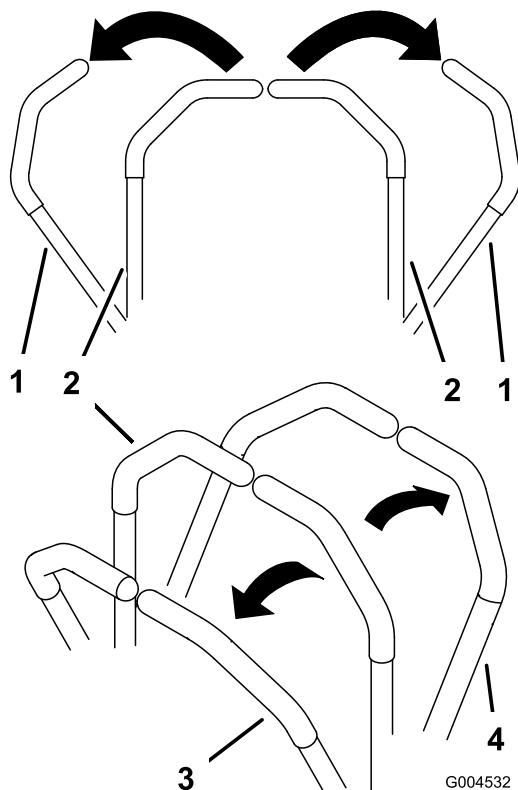

Figura 17
1. Mueva las palancas de control de movimiento hacia fuera (Figura 17) a la posición de bloqueo/punto muerto.
Para girar, mueva la palanca de control de movimiento hacia punto muerto en el sentido en el que desea girar (Figura 17).
2. Para ir hacia atrás, tire lentamente de las palancas de control de movimiento hacia atrás (Figura 17).
Para ir recto, aplique la misma presión a ambas palancas de control de movimiento (Figura 17).
Para girar, deje de empujar la palanca de control de movimiento del lado al que desea girar (Figura 17).